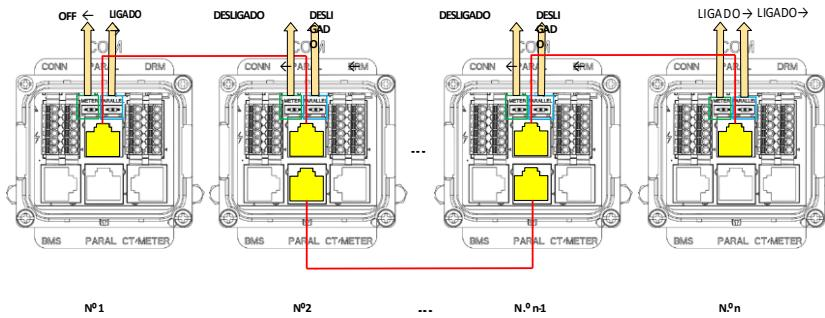

Figura 4-28 Conexão do cabo de rede paralela
3. Ligue o sistema paralelo seguindo os passos indicados na Figura 4-28.
- ① Feche o disjuntor CA do lado da rede de cada inversor.
- ② Feche o disjuntor CA do lado da carga de cada inversor.
- ③ Feche o interruptor fotovoltaico do lado fotovoltaico de cada inversor.
- ④ Feche o disjuntor CC do lado do armazenamento de energia de cada inversor.